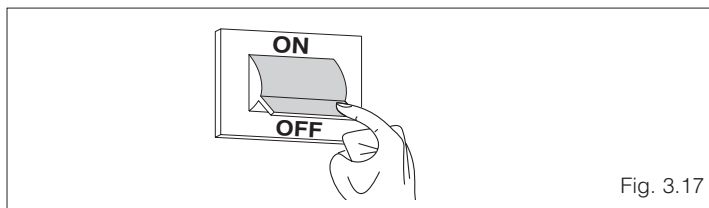

Fig. 3.17
- Antes de empezar a vaciar la instalación, situar el interruptor general de la instalación y el del panel de mandos en "apagado" para cortar la alimentación eléctrica (fig. 3.17).